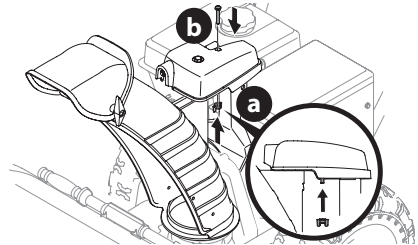

Figure 15
3. Retenez la tête de commande de la goulotte au support avec l'écrou papillon (ou l'écrou autobloquant, si fourni) (a) et le boulon (b) retirés à l'étape 1. Voir Figure 15.